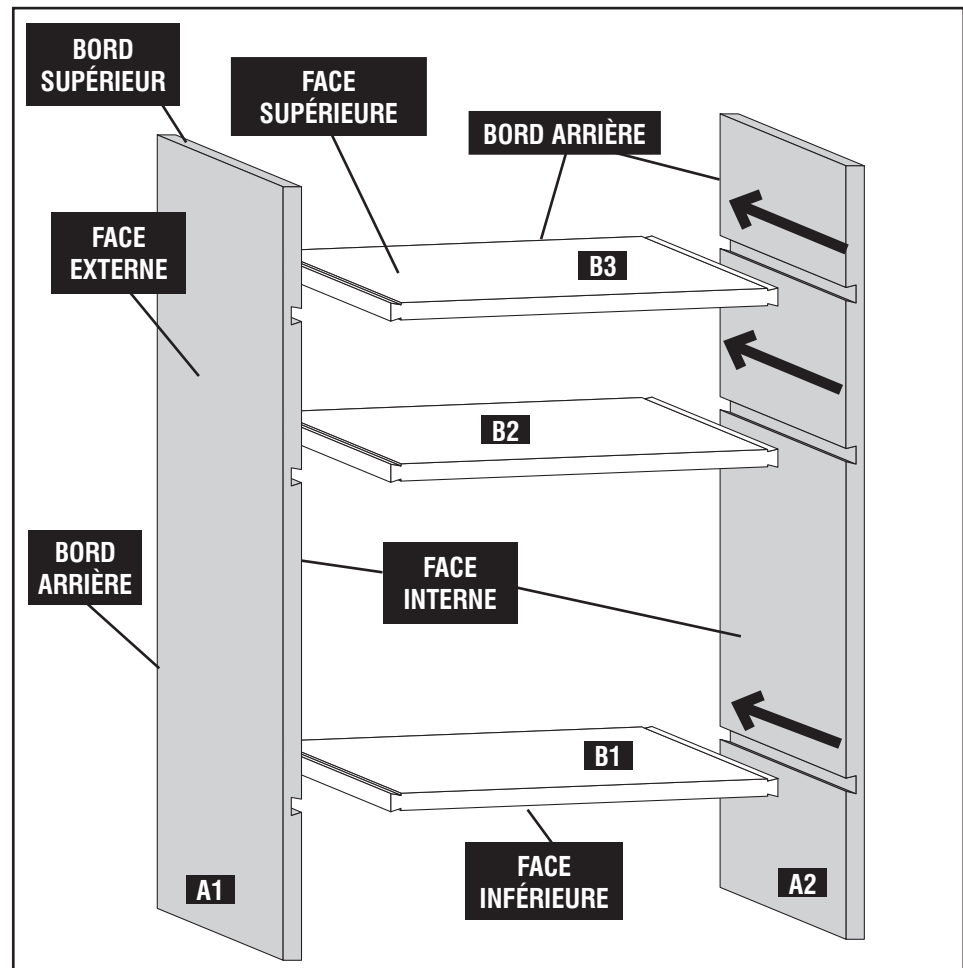
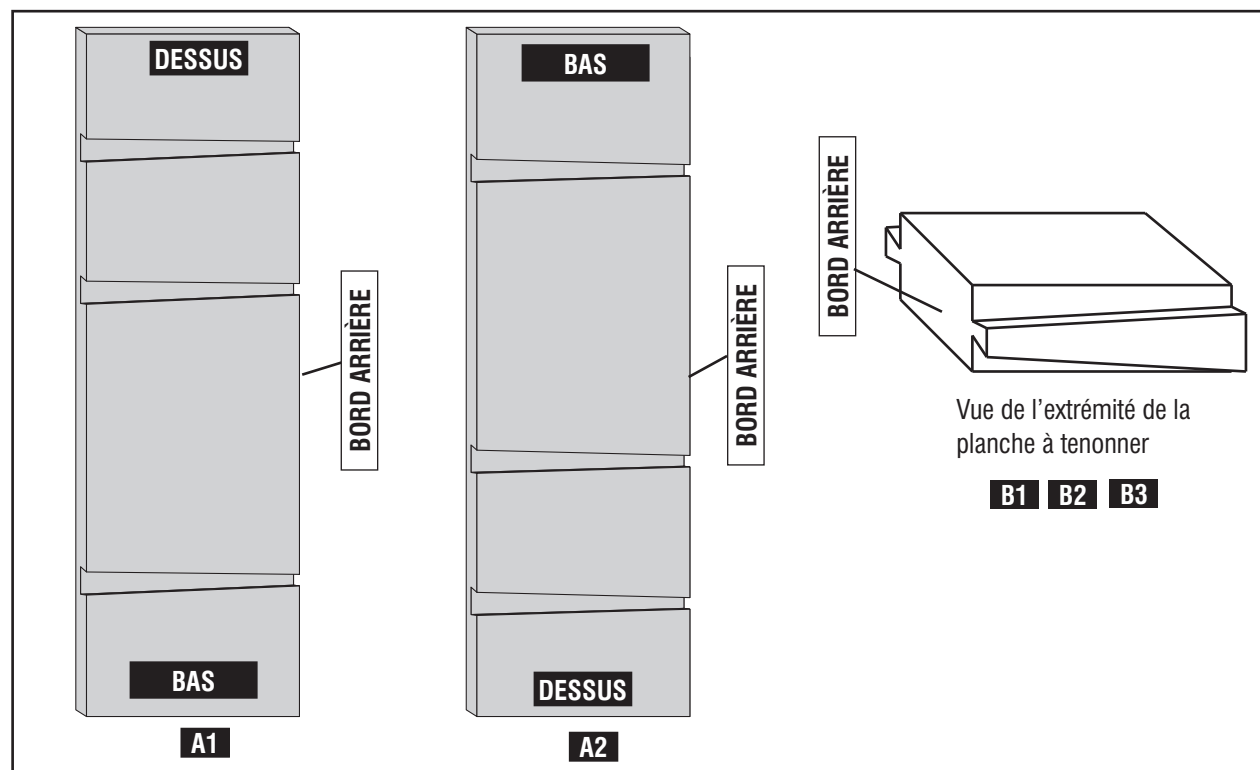
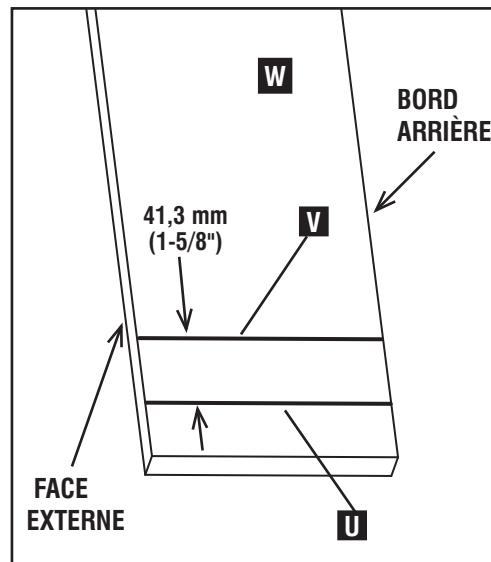

Fig. H3
Fig. H4
Fig. H15
Tout au long de cet exemple, se reporter à la figure H3. Elle démontre l'assemblage des pièces découpées tout en donnant une idée globale de l'apparence de l'étagère.
Un projet type d'une étagère aura deux panneaux latéraux verticaux munis de plusieurs tablettes distinctes, comme indiqué à la fig. H3. Étiqueter le panneau vertical de gauche « A1 », celui de droite « A2 » et les tablettes distinctes en commençant par « B1 » pour la tablette du bas, « B2 » pour la prochaine et ainsi de suite. Pour chaque panneau vertical, marquer le bord arrière, le bord supérieur et la face externe. Pour chaque tablette, marquer le bord arrière, la face du haut et celle du bas.
Pour les tablettes (B1, B2 ou B3), fig. H3, le bord arrière est monté verticalement sur la gauche de l'appareil pour couper les tenons.
Après l'exécution des découpes pour le projet, comme indiqué à la fig. H3, elles ressembleront aux planches A1 et A2 de la fig. H4. Le format conique exagéré des rainures et des tenons (fig. H4) aide à illustrer la direction de la forme conique.
1. La planche à rainurer (panneau latéral vertical, identifié comme A1 ou A2, fig. H3) sera assemblée à l'horizontale sur l'appareil, face externe vers le bas, avec le bord arrière aligné à la droite de l'embase de l'appareil. Avec la planche dans cette position, tracer une ligne droite (U), fig. H15, pour indiquer le centre de la planche à rainurer. À partir de cette ligne, mesurer 41,3 mm (1 5/8 po) vers le haut et tracer une deuxième ligne (V) parallèle à la première.